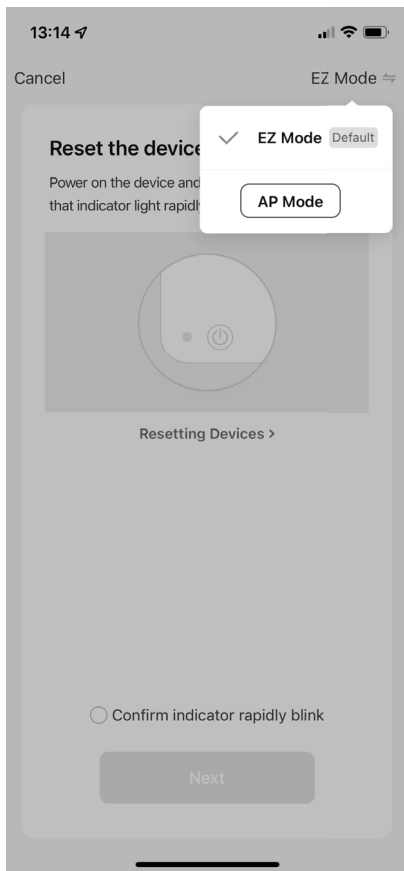

Fig. 5
- ▶ En la ventana de selección, elija el MODO AP (**fig. 5**).